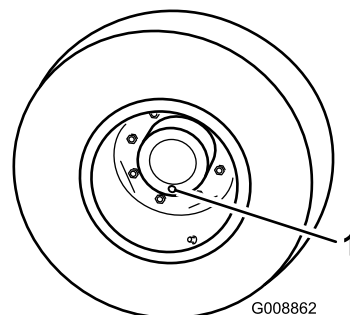

Figura 53
1. Con la macchina parcheggiata su una superficie piana, posizionate la ruota in modo che 1 dei tappi di controllo si trovi nella posizione inferiore (ore 6i) (Figura 53).